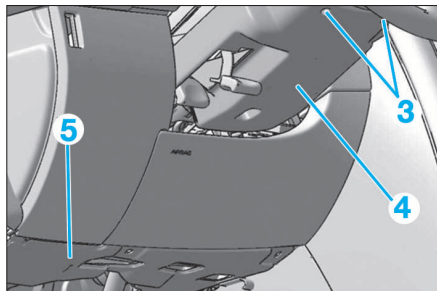

FIG. 11
- Déposer les vis (3) (Fig.11), puis extraire le cache sous volant (4).